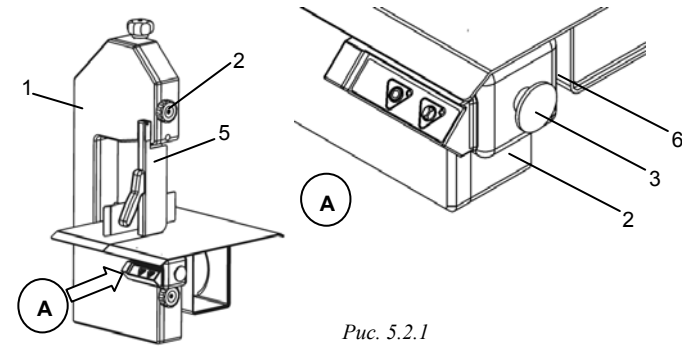

Рис. 5.2.1
**B - Проверка эффективности кнопки остановки «3» в аварийном режиме (рис. 5.2.1)**
**C - Подвижное защитное устройство для пильного полотна (толкатель) «5», рис. 5.2.1**
##### А - Проверка эффективности микровыключателя «6» (рис. 5.2.1)